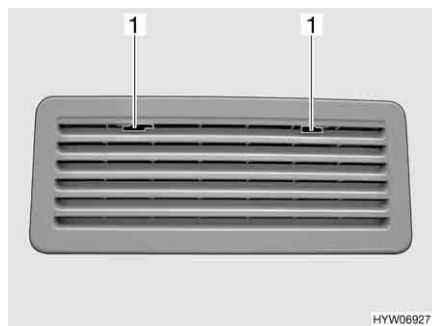

Fig. 140 Griglia di aerazione del frigorifero (Thetford)
- Spingere verso il centro l'arresto (Fig. 140,1).